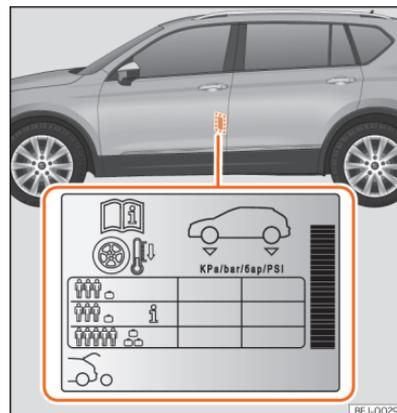

Abb. 246 Einbauort des Aufklebers für den Reifenfülldruck.
- Passen Sie bei größerer Zuladung den Reifendruck entsprechend an »» [Abb. 246].
Die Angaben zum Reifenfülldruck befinden sich auf dem Aufkleber an der Fahrertürsäule »» [Abb. 246].
fülldruck entsprechend dem auf dem Reifenfülldruck-Aufkleber angegebenen maximalen Wert erhöht werden »» [Abb. 246].
Füllen Sie bei einem minimierten Notrad (125/70 R16 oder 125/70 R18) auf einen Druck von 4,2 bar, gemäß Angabe auf dem Aufkleber mit den Reifendruckwerten »» [Abb. 246].
Je nach Fahrzeug kann der Reifenfülldruck auf halbe Last eingestellt werden, um den Fahrkomfort zu verbessern (Reifenfülldruck  »» [Abb. 246]). Beim Fahren mit Komfort-Reifendruck kann sich der Kraftstoffverbrauch leicht erhöhen.
- **Der Fahrer ist verantwortlich für den richtigen Reifenfülldruck an allen Reifen am Fahrzeug. Der empfohlene Reifenfülldruck befindet sich auf einem Aufkleber »» [Abb. 246].**
- **Immer den richtigen Reifenfülldruck am kalten Reifen einhalten, wie auf dem Aufkleber angegeben »» [Abb. 246].**